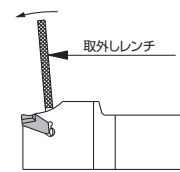

図 2 取外し方法
- 取外しレンチを差し込み、図のように回してチップを取外してください(図2)。